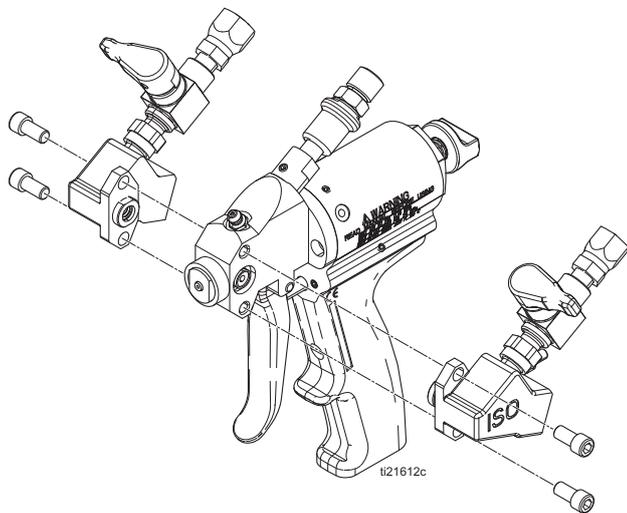

Fig. 11 Conjunto de bloque lateral
3. Verifique que el cierre de seguridad del pistón (67) esté bien apretado y enroscado en la pistola.
4. Quite los tornillos para retirar los bloques laterales. Consulte la FIG. 11, página 18.
5. Retire del bloque lateral una de las carcasas (17) de sello. Deje el sello (30) en la carcasa y enjuéguelo con un disolvente apropiado.